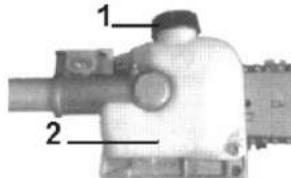

Fig.PP8
1. Poser l'élagueuse à plat sur une surface dégagée et plane avec le bouchon du réservoir vers le haut. (Fig.PP8). Nettoyer tout débris autour du bouchon et du goulot de remplissage.